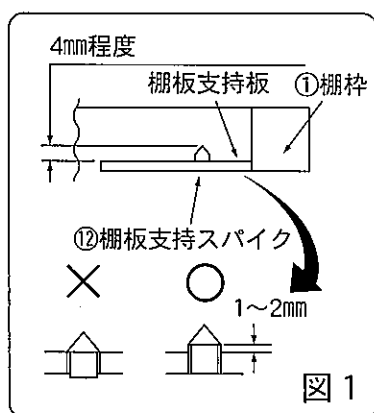

図1
- (1) 本体を左図のように寝かせます。
- (2) 棚板支持板全箇所に⑫棚板支持スパイクを組み付けます。
**お願い** 塗装の関係上⑫棚板支持スパイクが手で回しにくい(きつい)場合があります。その時には⑭六角レンチ(細)を使ってください。
- (3) 前面の1ヶ所および後面の2ヶ所は図1のように⑫棚板支持スパイクを基準の高さに設定します。各段について同様にします。